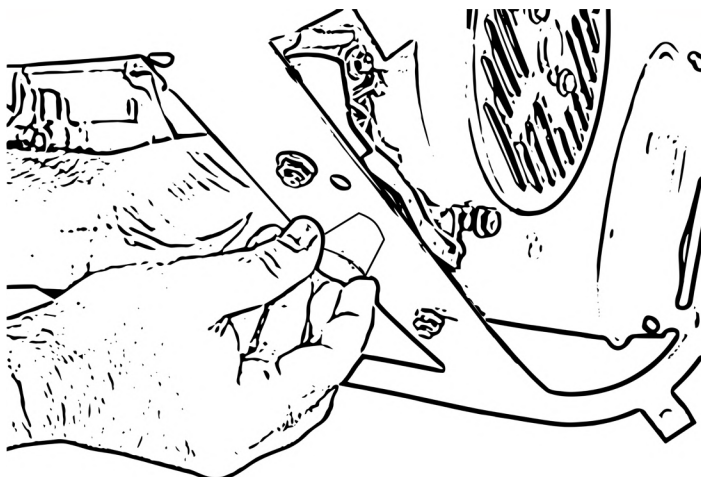

Figure 5
- Fixez un petit pied en caoutchouc sur le support arrière inférieur de l'appareil, voir fig. 5.